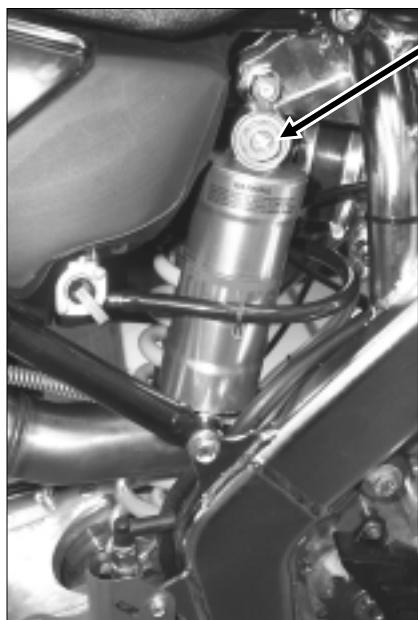

Fig. 72
Misurare la distanza "E" (Fig.70) che deve essere ora 90-100 mm inferiore a "D" (Fig.69). Se la distanza non coincide regolare la precarica della molla agendo sui registri (Fig.72).
2. Remove the stand and sit in the seat, with both feet resting on the footrests. Measure distance "E" (Fig. 70), which should now be 90-100 mm less than "D" (Fig. 69). If distance does not match, adjust the spring pre-charge by means of adjusting elements (Fig.72)
2. Die Maschine abbocken und mit beiden Rädern auf den Boden stellen. Den Fahrer auf der Sitzbank mit beiden Füßen auf den Fußrasten sitzen lassen. Den Abstand "E" (Abb.70) messen, der um 90-100 mm. kleiner als der Abstand "D" (Abb.69) ist. Wenn die Distanz nicht übereinstimmt, die Federvorspannung mit den Einstellschrauben regulieren (Abb.72).
2. Posez la moto au sol et le motocycliste dessus, les pieds sur les repose-pieds. Mesurez la distance "E" (Fig.70) , qui doit être de 90 à 100 mm. plus courte que "D" (Fig.69) . Si la distance ne coïncide pas, régler la pré-contrainte du ressort, en agissant sur les réglages (Fig.72).